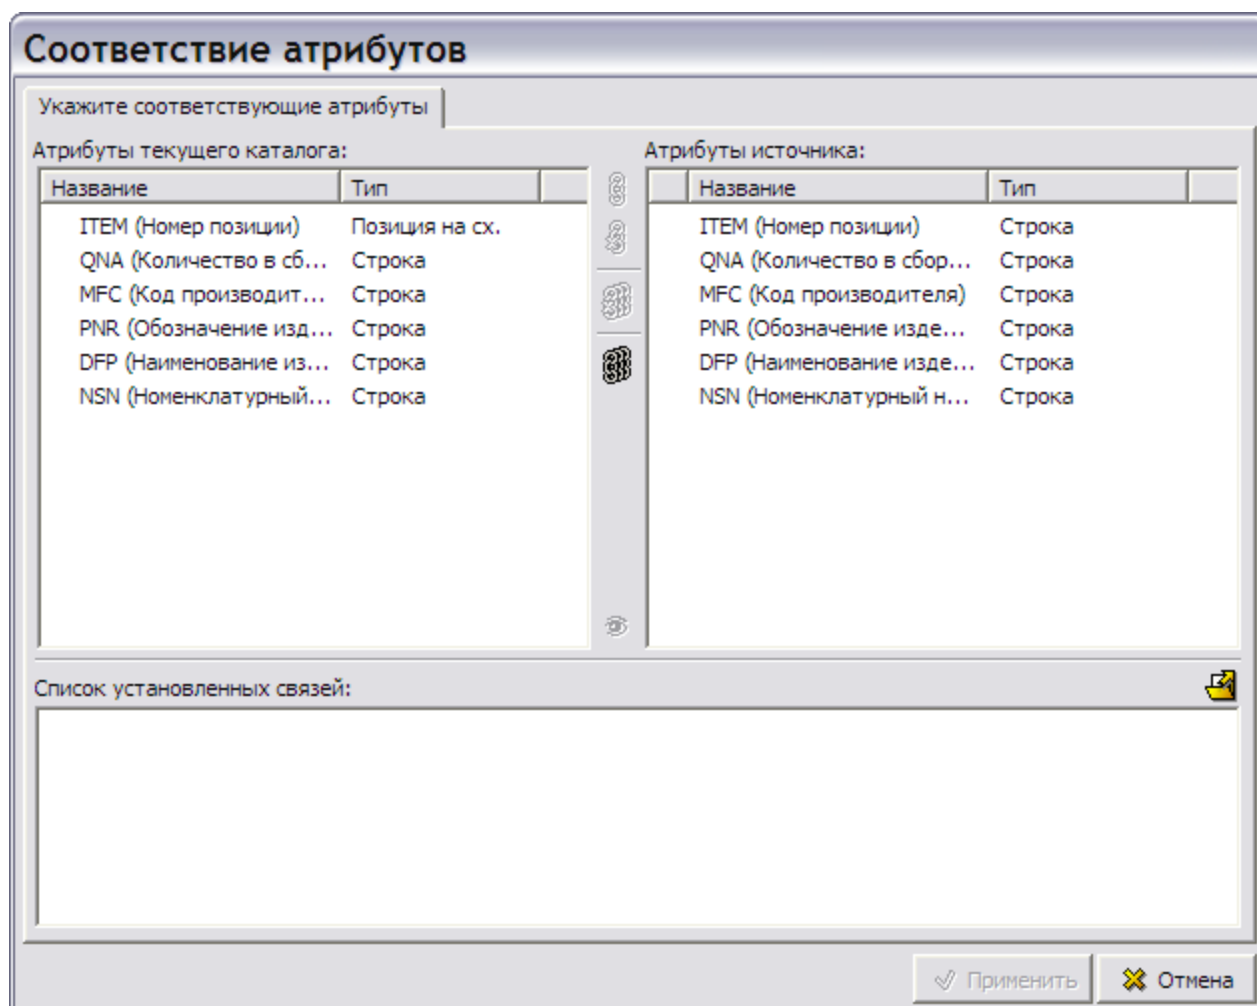

Рис. 6.33
8. После этого появится диалоговое окно **Соответствие атрибутов** (Рис. 6.33).